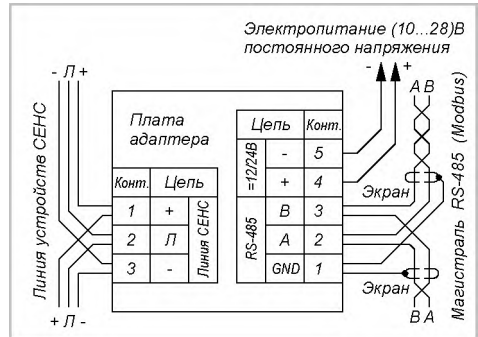
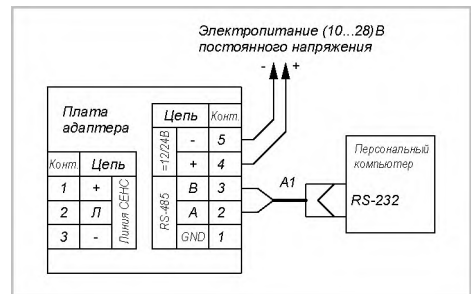

Рис. 5. Схема подключения адаптера.
Рис. 6 Схема подключения к порту RS232 компьютера.
Схема подключения приведена на рис. 5.
Примечание. На рис. 5 показано подключение адаптера в середине (в разрыв) магистрали интерфейса RS-485. Если адаптер располагается в конце магистрали интерфейса RS-485, между контактами сигнальных цепей А и В можно установить резистор номиналом 100 Ом и мощностью 0,25 Вт.
8.1 Подключите адаптер к компьютеру согласно схемы на рис. 5 (при подключении к порту RS-485) или схемы на рис. 6 (при подключении к порту RS-232).
2. Схема, приведенная на рис. 6, не допускает применение длинного кабеля. При необходимости используйте подключение по интерфейсу RS-485.
9.2.1 Подключите адаптер к линии устройств СЕНС и порту RS-485 компьютера, согласно схемы на рис. 5 (схема подключения к порту RS-232 компьютера показана на рис. 6). Подайте питание на линию СЕНС.